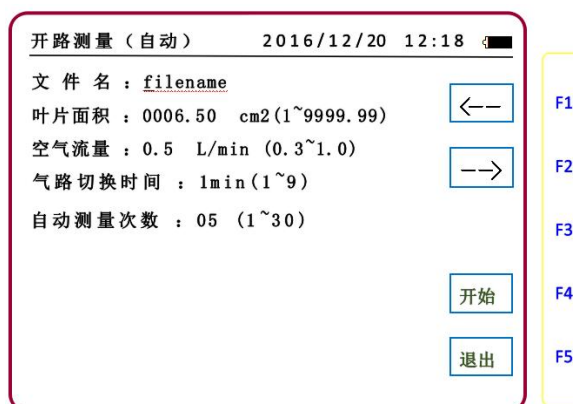

图 37
上图触摸 F3 [确定] 键进入开路手动测量参数设置界面。如下图 37，触摸 F1 [←] 键或 F2 [→] 键左右移动图标 “_” 选择输入位置，再按数字键输入字母或数字。
实时显示出剩余的自动测量次数 (05)。采集时长由仪器自动判断，也就是开始设置的气路切换时间。切换时间到，仪器会自动进入下一界如图 37